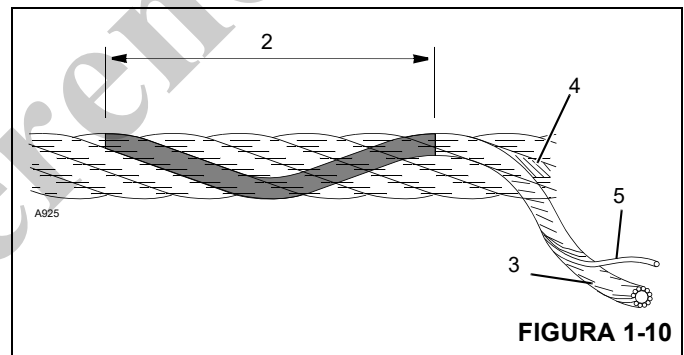

FIGURA 1-10
13. Para revisar si hay alambres rotos (5) (Figura 1-10) alivie la tensión en el cable, muévalo hacia afuera de los "puntos de recogida" y dóblelo lo más que se pueda. Los defectos del cable hacen referencia a la "longitud de sesgo" (2), que es la distancia medida a lo largo del cable en donde una trenza (3) logra una revolución completa alrededor del núcleo (4).